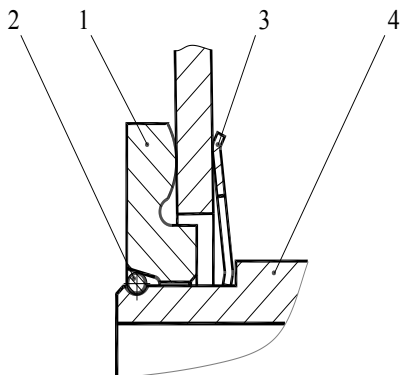

Рис.153. Установка муфты
Механизм выключения сцепления состоит из муфты с подшипником 7 (см. рис. 151) и вилки 8 с валом, на шлицевой конец которого устанавливается рычаг. Муфта выключения сцепления соединяется с диафрагменной пружиной с помощью запорного устройства (рис. 153). При работе муфта центрируется по направляющей крышки заднего подшипника первичного вала коробки передач и удерживается от поворота боковыми поверхностями вилки. Выключение сцепления осуществляется поворотом вала по часовой стрелке (см. рис. 151).
1. Установить муфту на нажимной комплект (корзину) в соответствии с рис. 153.